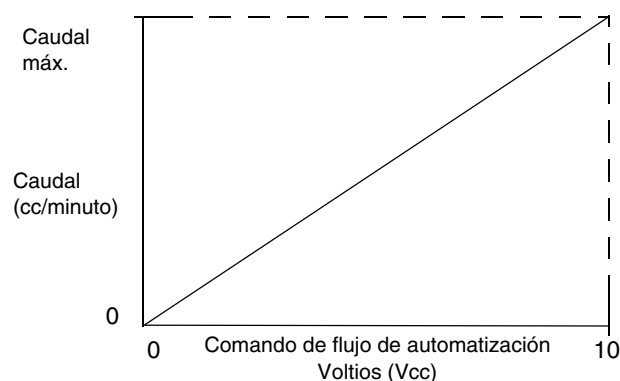

FIG. 17
3. Calcula una relación lineal entre el voltaje de entrada analógico del sistema de automatización al caudal deseado. Consulte FIG. 17.